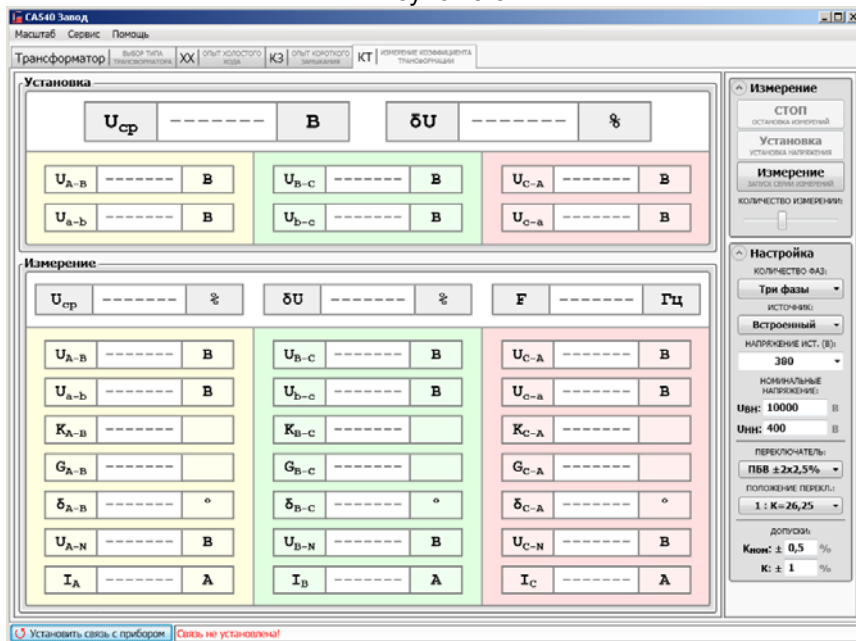

Рисунок 3.4
4) Перейти на вкладку , для чего щелкнуть по ней (рисунок 1.5). На экране появится окно (рисунок 3.4), а в разделе "Настройка" данные по выбранному типу трансформатора. Если
5) Выбрать вариант источника питания, для чего в подразделе "Источник:" в разделе "Настройка" (рисунок 3.4) выбрать из выпадающего списка "Встроенный".
7) Установить значение междуфазного напряжения при измерении КТ, для чего в подразделе "Напряжение ист. (В):" в разделе "Настройка" (рисунок 3.4) выбрать необходимое значение из выпадающего списка или ввести его, предварительно щелкнув в поле ввода, например, 380 В.
- 4) Выбрать вариант источника питания, для чего в подразделе "Источник:" раздела "Настройка" (рисунок 3.4) выбрать из выпадающего списка "Внешний".
8) Включить режим установки тока регулятора напряжения, для чего в разделе "Измерение" (рисунок 3.4) щелкнуть по кнопке **Установка**. Надпись "Установка" и окантовка этого раздела окрасится в красный цвет и в ячейках появятся мгновенные значения напряжения и тока источника питания.